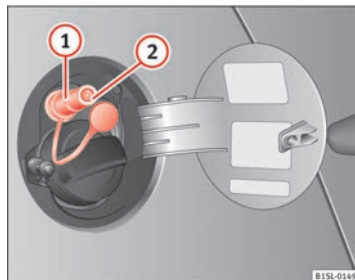

Fig. 110 Tampa do depósito aberta: bocal de enchimento de gás ①, retentor do bocal de enchimento ②.
- Destape o bocal de enchimento de gás ⇒ Fig. 110 .